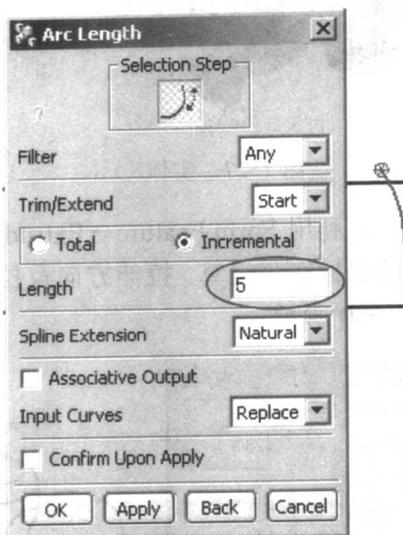

图 1-34 延伸线段
(4) 利用“Ctrl+D”删除其中一段,然后利用 Edit Curve→Edit Arc Length,选择圆弧外端,给 5mm 的增量,如图 1-34 所示。